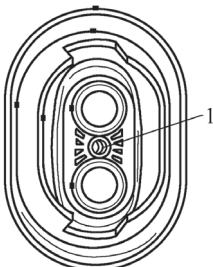

图 5-59 松开热交换器接口之间联接
6) 如图 5-59 所示, 略微松开 (但不要旋出来) 热交换器接口之间联接法兰的螺栓 (6mm 内六角圆柱头) 1。
- 5) 如图 5-59 所示，旋紧热交换器接头之间联接法兰的螺栓 1。